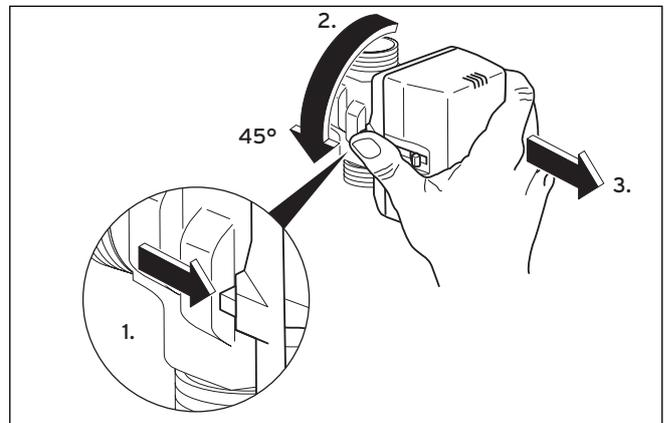

Fig. 5.5 Retirar la carcasa del motor de la válvula de mezcla de solución salina
- Retirar la carcasa del motor del cuerpo de la válvula de solución salina (véase fig. 5.5):